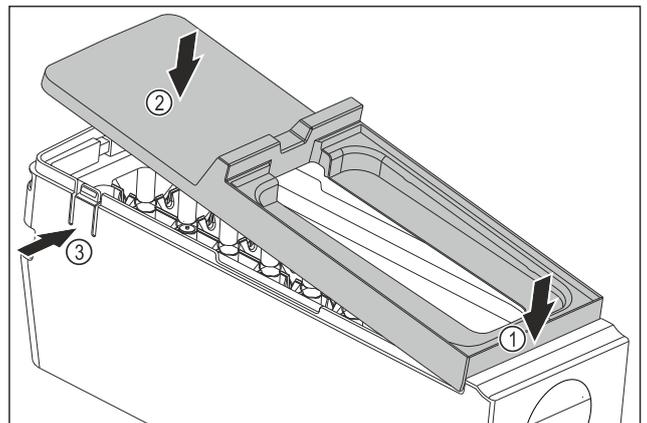

Fig. 81
- ▶ Montar la cubierta del EasyTwist-Ice: Colocar la cubierta por delante. Fig. 81 (1)
- ▶ Bajar la cubierta por detrás. Fig. 81 (2)
- ▷ La cubierta encaja en ambas lengüetas Fig. 81 (3) de forma audible.